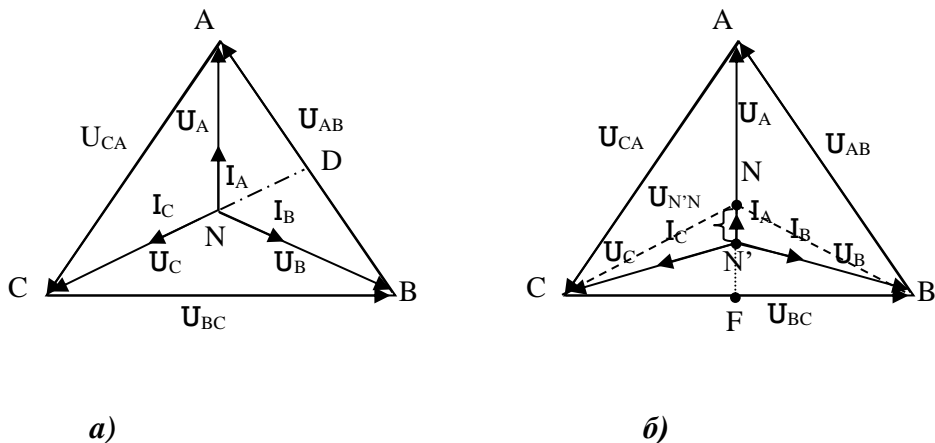

Рис. 1.2. Векторные диаграммы при соединении активной нагрузки звездой без нейтрального провода:
- То же относится и к линейным напряжениям \dot{U}_{AB} , \dot{U}_{BC} , \dot{U}_{CA} (рис. 1.2, а). Из прямоугольного треугольника DAN (рис. 1.2, а) видно, что отрезок $AD = \dot{U}_A \sin\left(\frac{120^\circ}{2}\right)$, так как ND – биссектриса, а $\dot{U}_{AB} = 2AD$, тогда модуль линейного напряжения
- Линейные напряжения \dot{U}_{AB} , \dot{U}_{BC} , \dot{U}_{CA} , однако, остаются симметричными и равными по величине. Векторная диаграмма при несимметричной нагрузке приведена на рис.1.2, *б*. Векторы токов построены для активной нагрузки ($\cos \varphi = 1$, токи совпадают по направлению с фазными напряжениями). Векторы напряжений генератора изображены пунктиром.